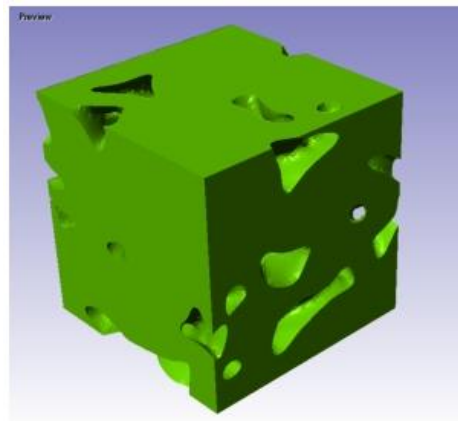

图 1-29 Mask2 的补集
7. 预览结果，点击 3D preview → General → **Model preview** ，如图 1-29。